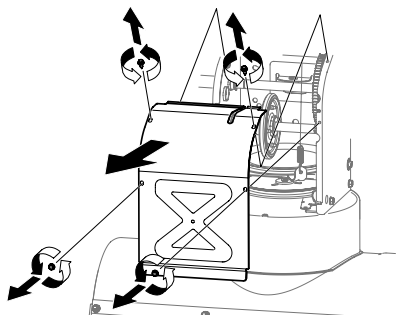

Figure 69
3. Retirez les vis autotaraudeuses qui fixent le couvercle du châssis sous l'appareil, puis retirez le couvercle du châssis. Voir Figure (Figure 69).
- Retirez les vis autotaraudeuses qui fixent le couvercle du châssis sous l'appareil, puis retirez le couvercle du châssis. Voir Figure 69.
- Retirez les quatre vis autotaraudeuses qui fixent le couvercle du châssis sous l'appareil, puis retirez le couvercle du châssis. Voir Figure 69.
- Remplacez le couvercle et fixez-le avec les quatre vis. Voir Figure 69.